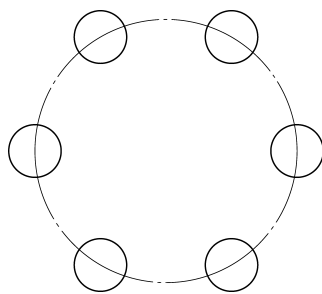

图 5-27 例 5-16 图
【例 5-16】 利用二维绘图编辑命令绘制如图 5-27 所示图形, 绘制一个直径为 100 的大圆和 6 个均匀分布在大圆上的小圆, 直径为 20 (不标注尺寸)。
按 <Enter> 键接受或 [关联 (AS) → 基点 (B) → 项目 (I) → 项目间角度 (A) → 填充角度 (F) → 行 (ROW) → 层 (L) → 旋转项目 (ROT) → 退出 (X)] <退出>: (按 <Enter> 键, 如图 5-27 所示)